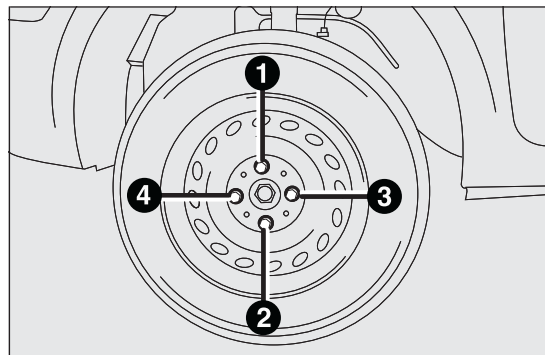

fig. 101
❑ apretar a fondo los tornillos, pasando alternativamente de un tornillo a otro opuesto diametralmente, de acuerdo con el orden ilustrado en fig. 101.
- ☐ utilizar la llave en dotación, apretar a fondo los tornillos según el orden numérico ilustrado anteriormente fig. 101;